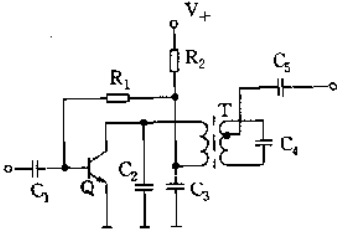

图 2-16
(1) 甲类射频放大器如图 2-16 所示, 图中, 三极管 Q 工作在线性工作区, R_1 、 R_2 为偏置电阻, C_2 、 C_3 、T 和 C_4 组成 L_C 谐振电路, C_1 和 C_5 为耦合电容。